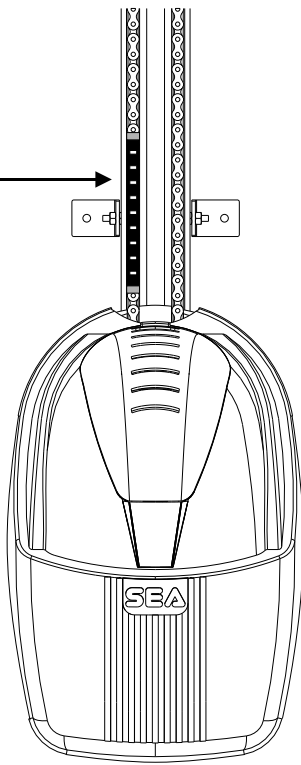

Abb. 18a
- Den Endschalterschlitten (Abb. 17) so nah wie möglich am Corona Antrieb, in der Nähe des Rädchens des Schalters wie in Abb. 18a, anbringen.